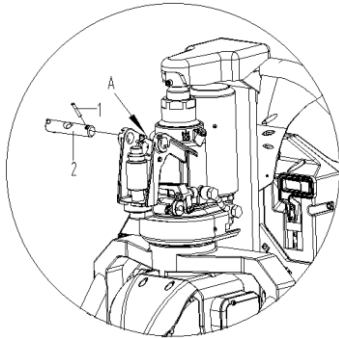
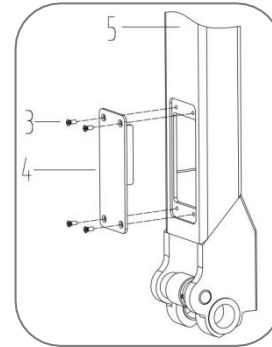

Fig. 1
Fig. 2
3. Stikk in tillerarm 5 (Fig. 2) i A (Fig. 1), sammenkoble tiller assy 5 til pumpe 10 med pin 2. Trekk kjedet 8 igjennom hullet 2. Vipp arm i horizontal posisjon, trek ut pin 9.